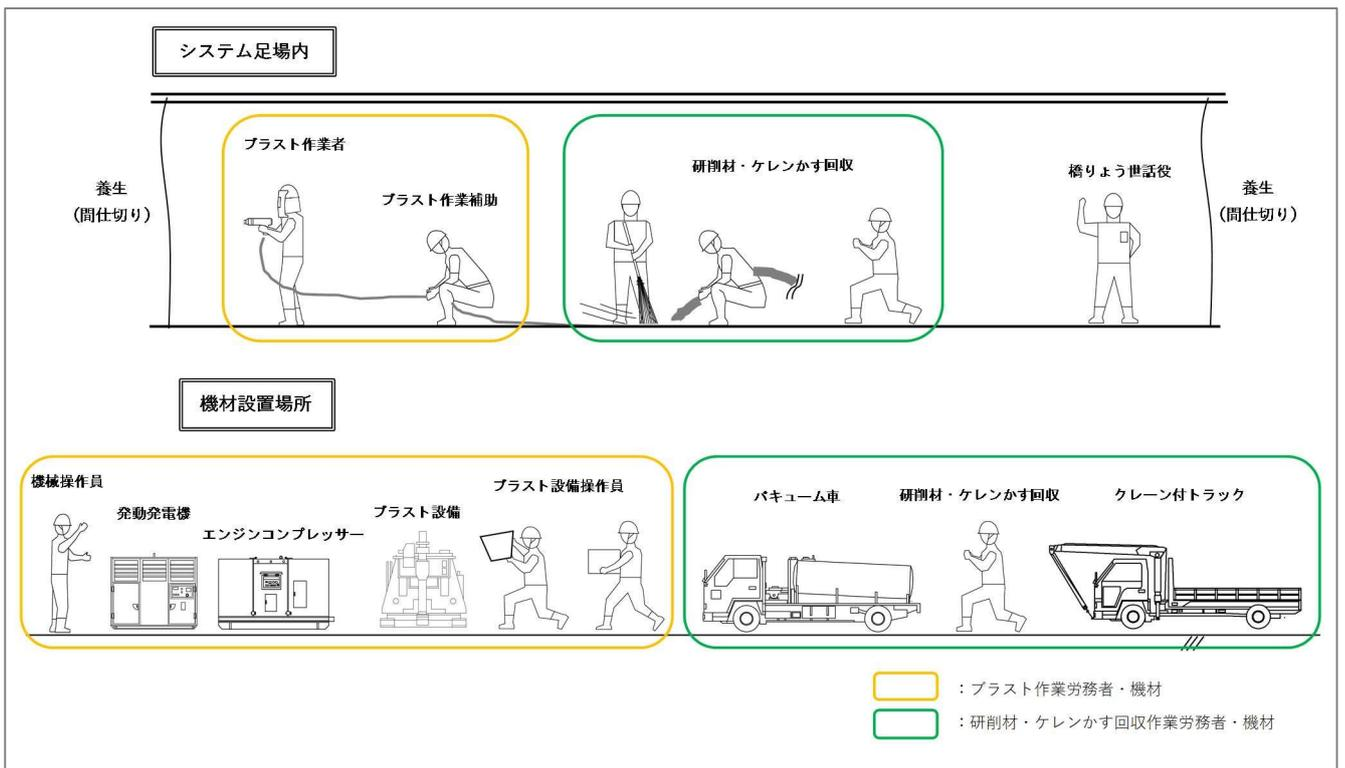

図 5-14-4 ブラスト作業時の標準作業状況（概念図）
① 1次ブラスト
- ・ 標準的な作業員と主な資機材の配置は図 5-14-4 とする。
② 2次ブラスト